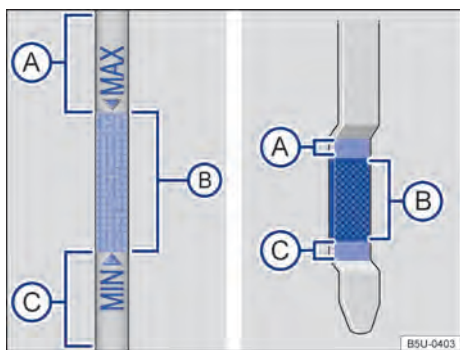

Fig. 154 Varilla de medición del aceite con marca de nivel de aceite del motor.
5. Retirar la varilla de medición del nivel de aceite del tubo guía y limpiarla con un paño limpio → ①.
7. Retirar nuevamente la varilla de medición del nivel de aceite y leer el nivel de aceite del motor en la varilla del nivel de aceite → fig. 154 de la siguiente manera:
- ①: **no** agregar aceite → ②. Continuar con la etapa 15. ▶
- Vuelva a comprobar el nivel del aceite del motor en la varilla de medición antes de volver a agregar una pequeña cantidad de aceite del motor. Nunca recargar con aceite del motor en exceso → (D).
- Una vez finalizado el proceso de la reposición de aceite, el nivel del aceite del motor debe estar, al menos, en el medio del nivel → fig. 154 \(B\), pero jamás por encima del nivel (A) → (D).
- No arranque el motor si el nivel de aceite del motor está por encima del nivel → fig. 154 \(A\). Buscar ayuda técnica especializada. De lo contrario, ¡pueden dañarse el catalizador y el motor!
En ninguna circunstancia el nivel de aceite del motor debe sobrepasar el área → fig. 154 \(A\). Con el nivel por encima de esta área, el sistema de escape puede extraer el aceite a través de la ventilación del cárter y lanzarlo a la atmósfera. Además, el aceite puede quemarse en el interior del catalizador, dañándolo.
En caso de alta demanda del motor, el nivel del aceite del motor debe estar lo más cerca posible del nivel → fig. 154 , sin sobrepasarse, como, por ejemplo, en viajes largos en carreteras durante el verano o durante travesías de montañas.